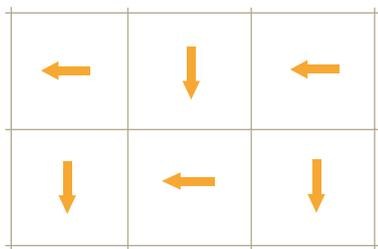

Abb. 13: Die Quadrate werden mit wechselnder Faserrichtung verlegt.
- ❶ Dinesen empfiehlt, die einzelnen Quadrate in einem Squares Fußboden mit wechselnder Faserrichtung zu verlegen, so dass jedes Quadrat im 90-Grad-Winkel zum vorhergehenden Quadrat der Reihe und zum Nachbarquadrat liegt. Siehe Abb. 13.